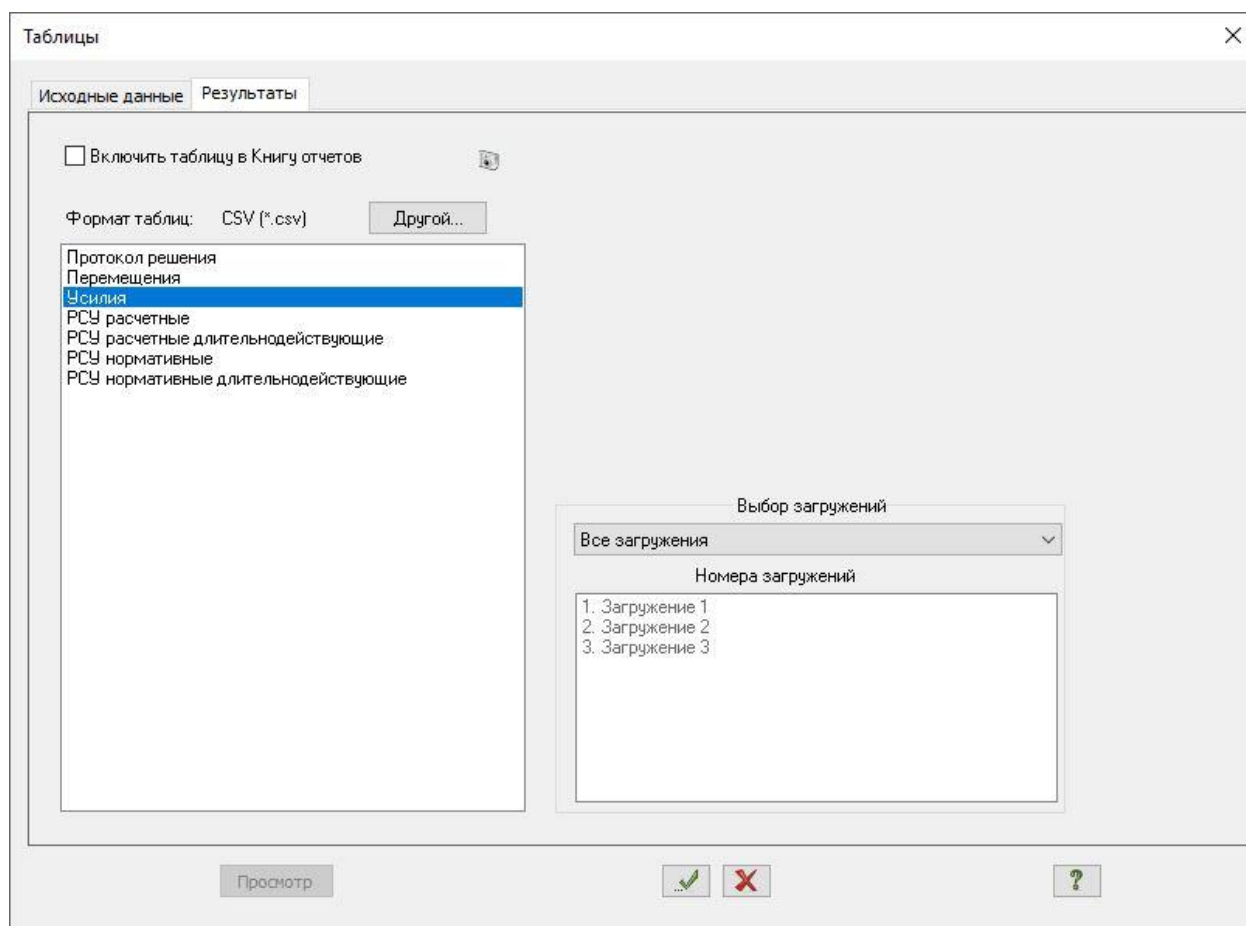

Рис.11.24. Диалоговое окно **Таблицы**
- После этого в диалоговом окне **Таблицы** (рис.11.24) выделите строку **Усилия**.
- После этого в диалоговом окне **Таблицы** (рис. 11.24) выделите строку **Периоды колебаний**.